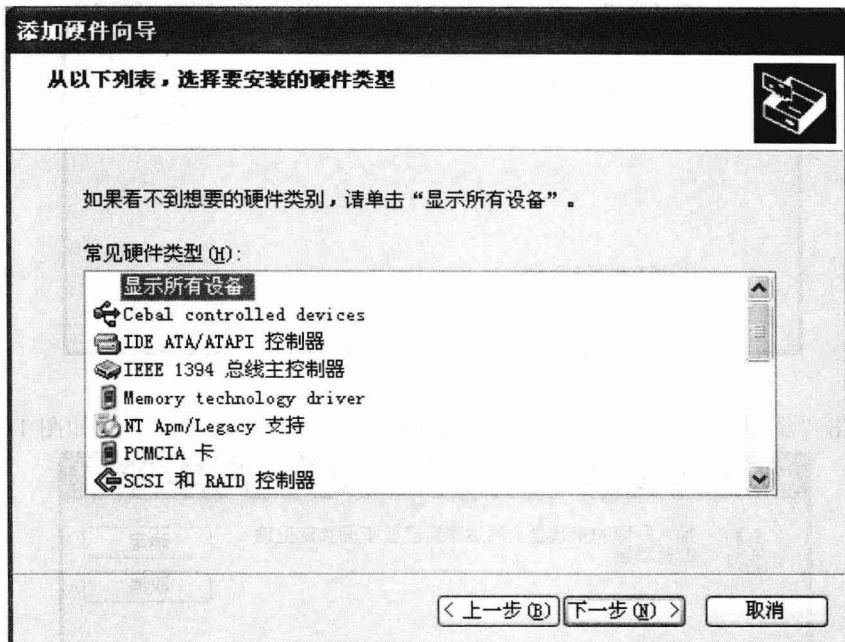

图 1-12 选择显示所有设备
⑧ 选择“显示所有设备”, 点击“下一步”按钮, 如图 1-12 所示。